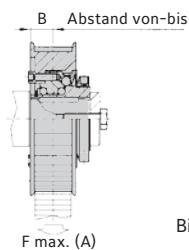

Bild 4
Die Antriebselemente, z.B. Zahnriemenscheiben (Bild 4) werden auf dem Anbaufansch zentriert und mit demselben verschraubt. Liegt die Radialkraft des Antriebselementes zwischen den beiden Kugeln der ETH-Sicherheitskupplung (B) kann auf eine zusätzliche Lagerung verzichtet werden. Zulässige Maße und Riemenvorspannkraften (A) nach Tabelle 1 beachten.